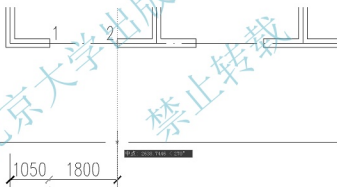

图 3.41 用【连续】命令标注尺寸
① 在指定第二条尺寸界线原点或 [放弃(U)/选择(S)] <选择>: 提示下, 捕捉 A 轴线和门窗洞口右侧的交点(2 处), 但不单击, 将光标轻轻地向下拖至辅助线上, 出现交点捕捉后(图 3.41)单击。